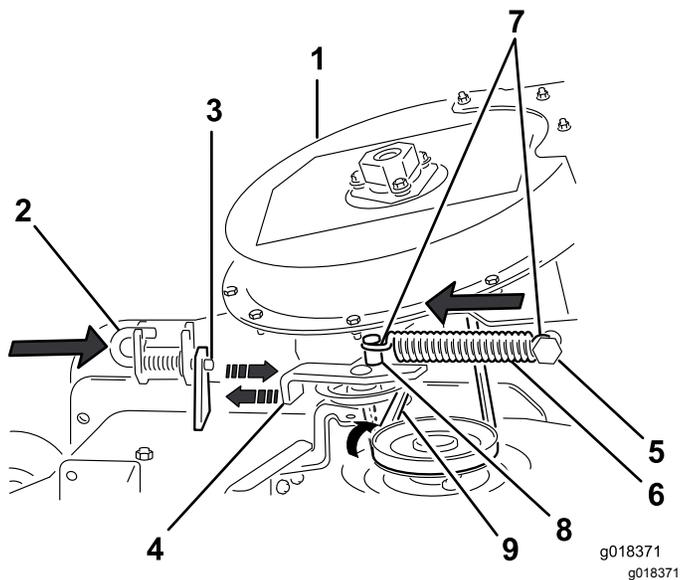

Bild 44
- Verlegen Sie den Riemen vorübergehend unter der Spanscheibe (Bild 44).
3. Bewegen Sie die Schwenkhalterung der Spannscheibe zur starren Federstrebe und setzen die Feder ein, indem Sie den Federhaken auf der Strebe der Spannscheibenfeder ausfluchten (Bild 44).
4. Ziehen Sie die gefederte Spannscheibe von der starren Federstrebe weg und verlegen Sie den Riemen um die Riemenscheibe am Mähwerk (Bild 44).